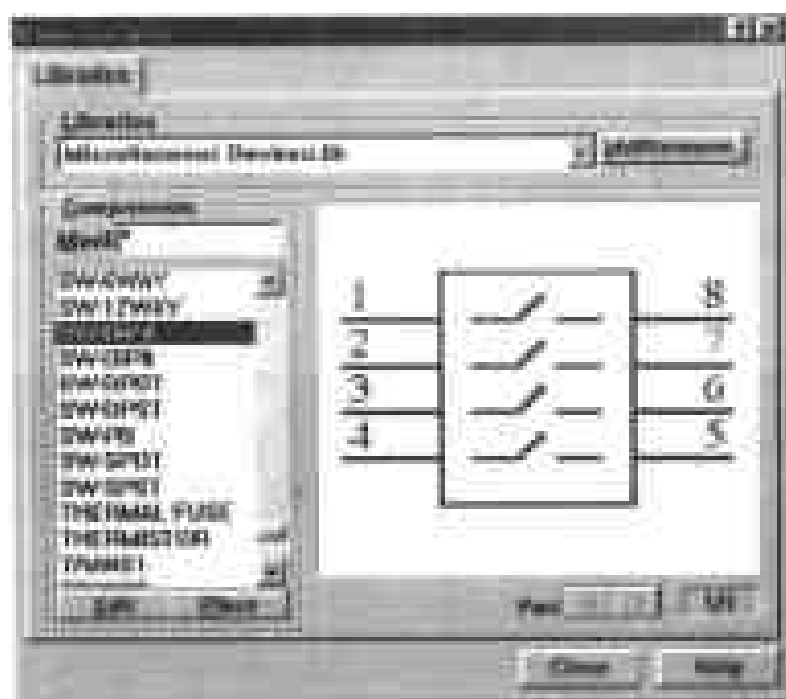
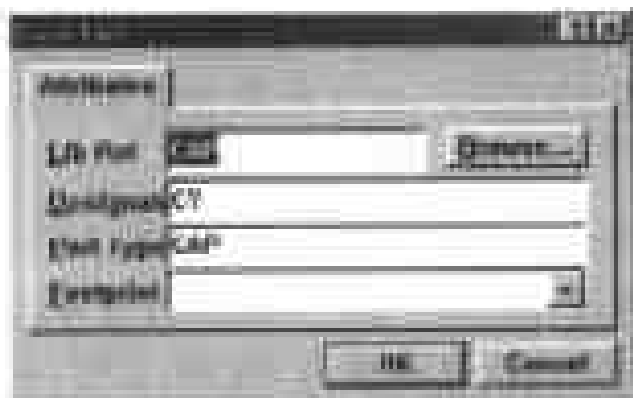

图 2-19 浏览元件库对话框
图 2-20 输入元件名称和符号
(1) 导入库文件以后,在原理图项目浏览器窗口顶部单击 Browse 选区中的下拉列表框,从弹出的下拉列表中选择 Libraries,在下拉列表框下面的列表框中显示出已经导入的元件库文件。
(2) 在列表框底部单击 Browse 命令按钮,弹出如图 2-19 所示的对话框。在此对话框中,用户可以浏览库文件中所包含的各个元件,并将其放置在图纸中。
(3) 单击对话框顶部的 Libraries 选区中的下拉列表框,从弹出的下拉列表中选择 Miscellaneous Devices.lib 库文件,则对话框的 Components 选区的列表框中就显示出了此元件库中所包含的元件名称。
(4) 在 Components 选区中,拖动列表框右边滚动条上的滑块,在列表框中寻找需要的
(2) 选择 Place > Part,弹出如图 2-20 所示的对话框,在此对话框中单击 Browse 命令按钮,即可弹出如图 2-19 所示的对话框。在弹出的对话框中,用户可以添加库文件、选择所需的元件,选中元件后单击 Close 命令按钮,即可返回如图 2-20 所示的对话框,此时对话框中将显示出选中元件的相关信息。
(3) 在图 2-20 所示对话框的 Lib Ref 选项输入框中输入 CAP,指定所需要的元件;在